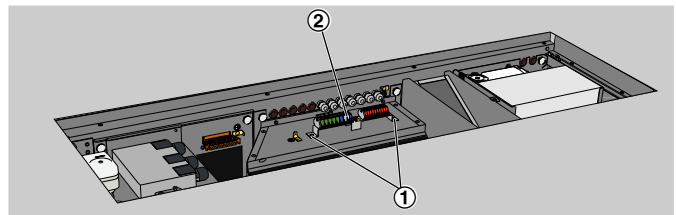

Abb. 27
6. ▶ Kreuzschlitzschrauben (Abb. 27/1) des Klemmenhalters lösen und den Halter mit Kabeln seitlich ablegen.